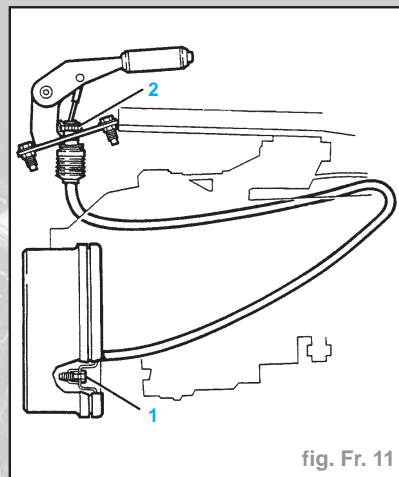

fig. Fr. 11
d'une montre, le dispositif (1) de réglage des freins jusqu'à ce que les sabots se soient élargis et reposent contre le tambour (fig. Fr. 11).